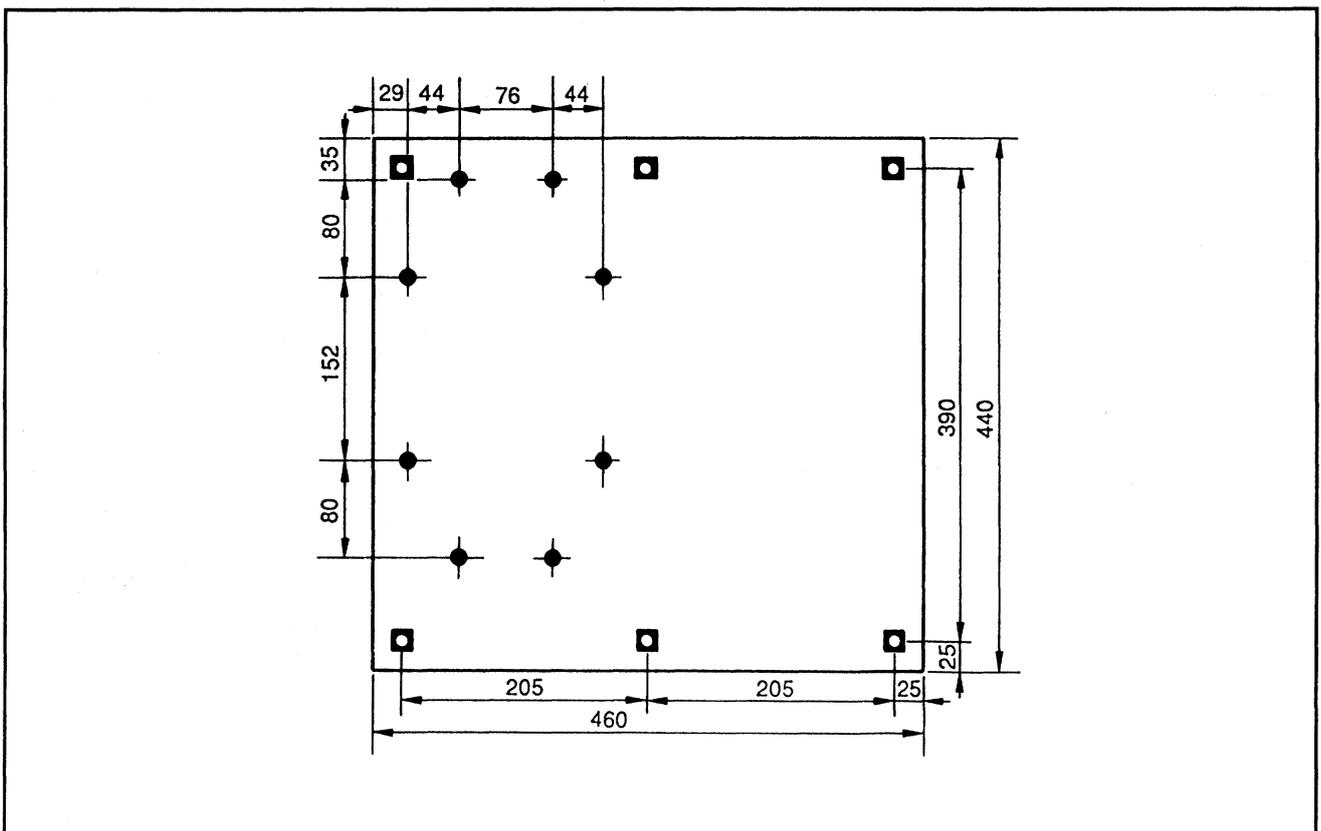
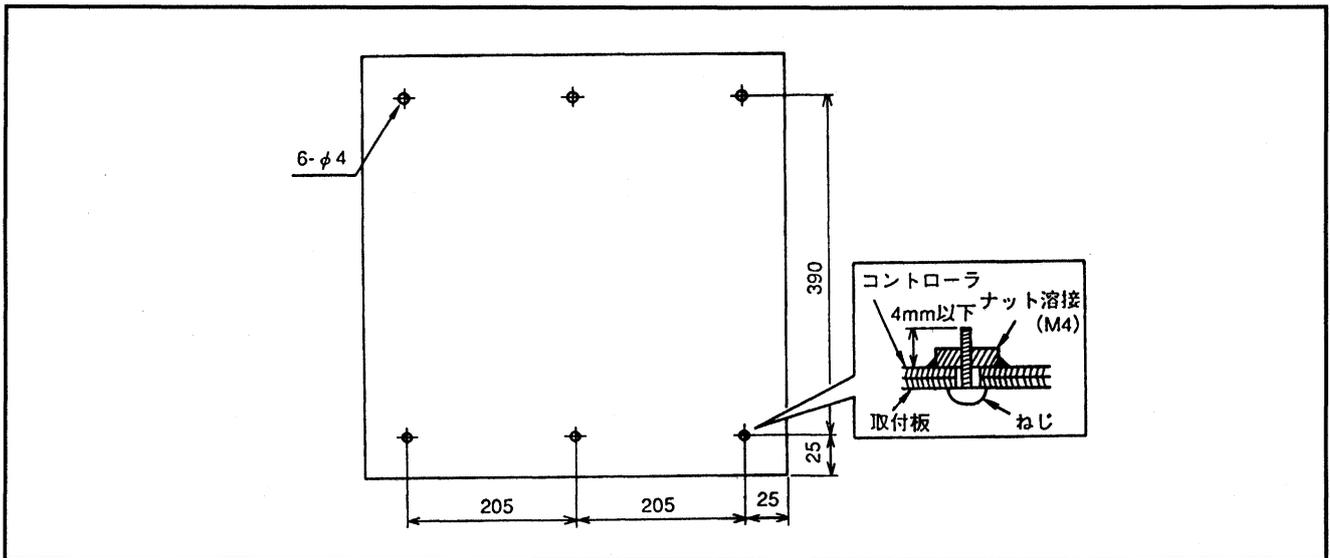

図5-60 コントローラ底面図
図5-61 ねじ締め付け位置 (コントローラ底面図)
(1) 図5-60にコントローラを底から見た図を示します。
① “■” マーク部のねじ (M4) のネジ穴はコントローラを取付板に固定するために使用します。
② “●” マーク部はコントローラの内部部品固定用のねじが突出しているため、取付板にφ10の逃がし穴をあけてください。
③ 図5-60と図5-61を参考にして取付板を製作してください。
(2) コントローラを取付板への取付けは図5-61に示す6箇所にてM4ねじ6本で固定します。